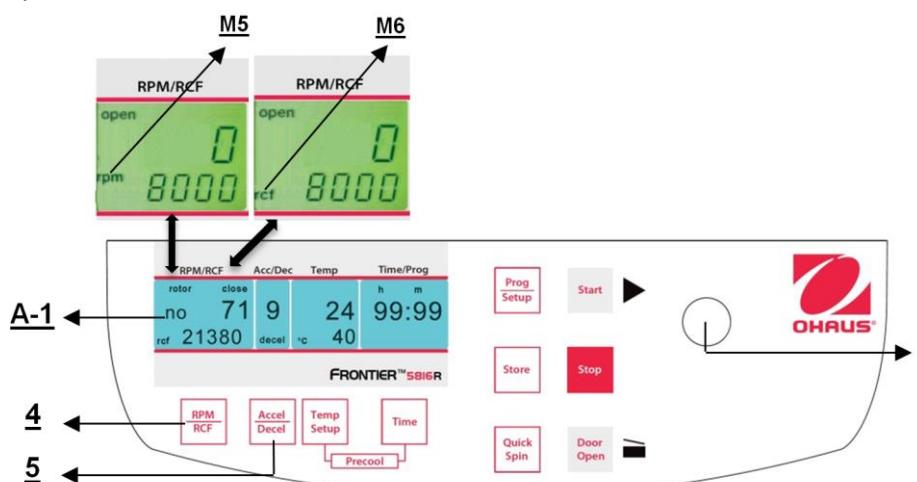

Figura 16
Esta preselección se activa con el botón **"RPM | RCF"** (4) (consulte la Figura 16 a continuación). Al presionar el botón una vez, destella la palabra **"rpm"** (M5). Al presionar el botón dos veces, se puede seleccionar la preselección de las fuerzas centrífugas. Entonces aparece la palabra **"rcf"** (M6). Puede establecer los valores que deseé con la perilla de ajuste (1). En la pantalla (A-1) aparece permanentemente el valor regulado, antes, durante y después de la operación.